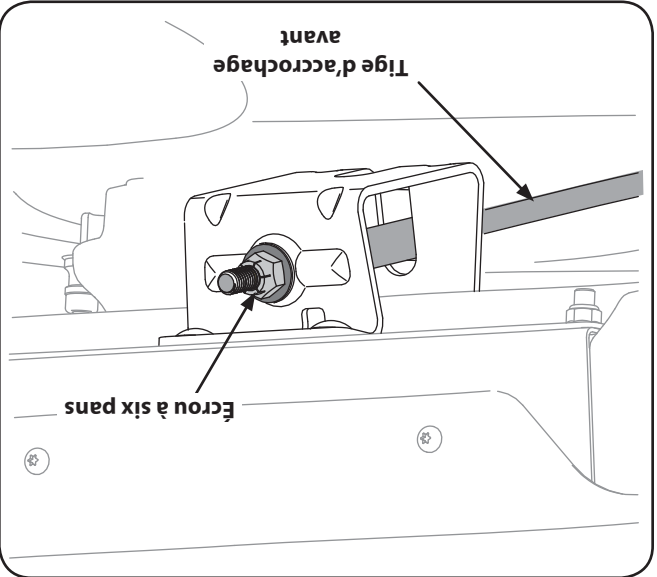

Figure 6-5
4. Utilisez une clé pour relever ou abaisser le côté gauche du plateau de coupe en tournant la roulette de réglage. Voir la Figure 6-5.
5. Utilisez une clé pour relever ou abaisser l'avant du plateau de coupe en tournant le contre-écrou sur la tige de relevage avant du plateau de coupe. Voir la Figure 6-5.